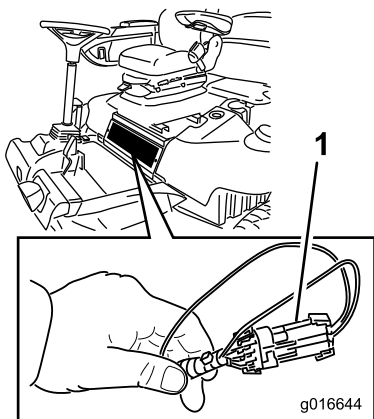

Figura 43
2. Retire el panel de acceso que se encuentra debajo de la parte delantera del asiento (Figura 43).
3. Localice el arnés de cables y los conectores, que están situados cerca del controlador (Figura 43).